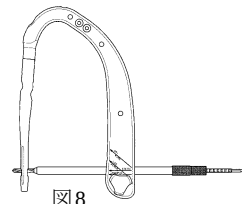

図8
- 6) ターゲットデバイスにロッキングスクリュー用ドリルスリーブを組み付けたロッキングスクリュー用スリーブを装着し、ロッキングスクリュー用ドリル (L) を通し、ネイルのロッキングスクリューホールに干渉しないで通過することをチェックします。（図8）